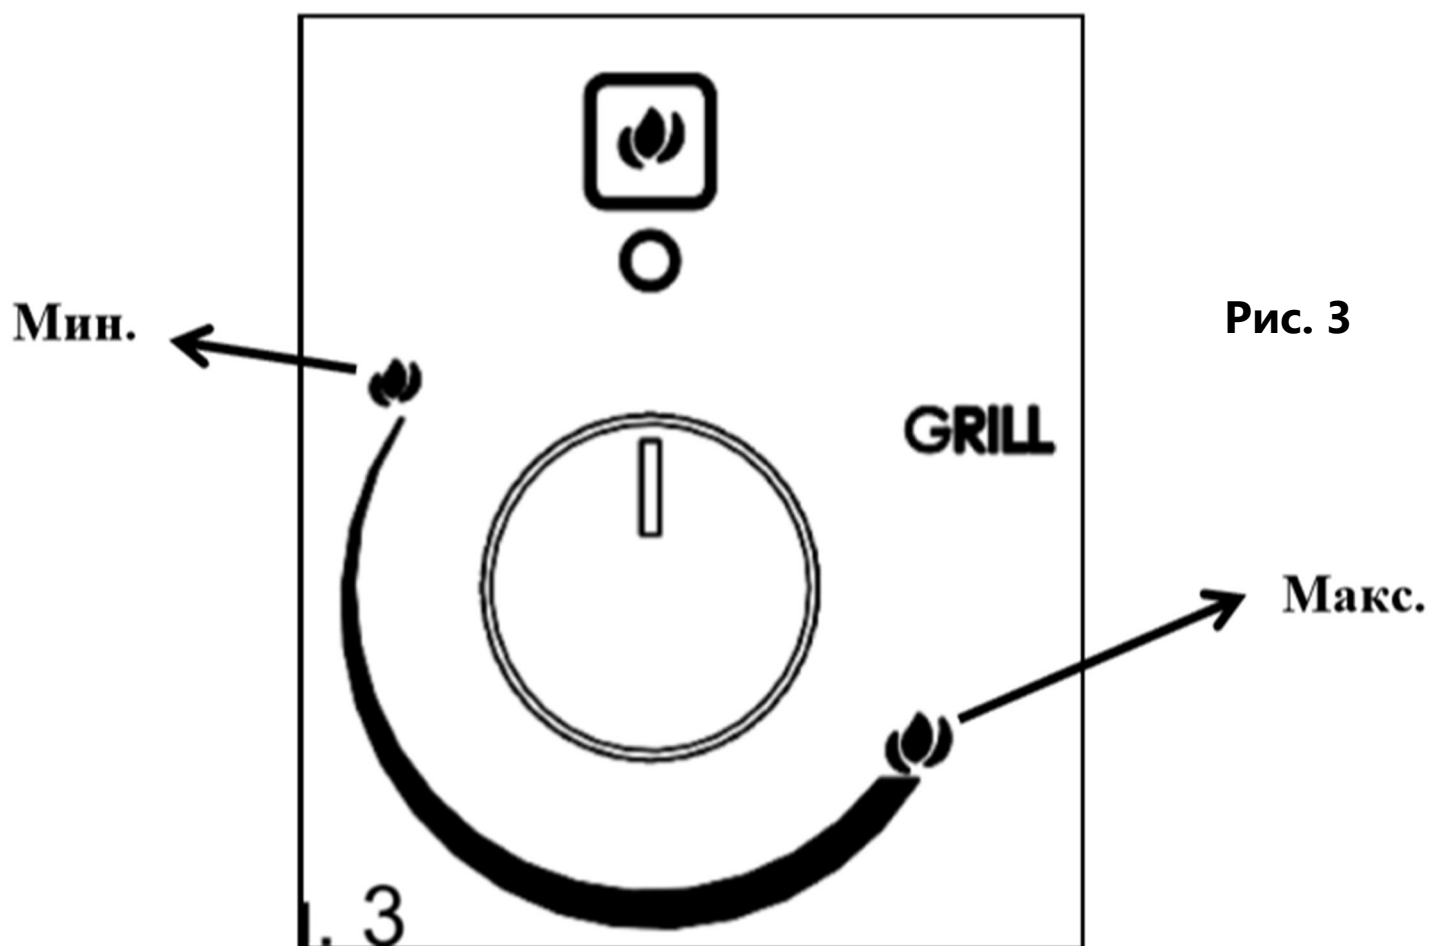

Рис. 3
Индикатор на панели управления (Рисунок 3) показывает повышенную температуру духовки. Для регулирования температуры, поверните ручку на выбранную позицию.
2. Для включения электрического зажигания, нажмите на ручку термостата, и, придерживая ручку, приведите на максимальную позицию Максимум (Рисунок 3), повернув её против часовой стрелки (Рисунок 4).
2. Для включения электрического зажигания, нажмите на ручку регулировки температуры, и придерживая кнопку, приведите на максимальную позицию ГРИЛЬ (Рисунок 3), повернув по часовой стрелке (Рисунок 6). Никогда не продолжайте этот процесс больше 15 секунд. Если горелка до сих пор не горит, подождите одну (1) минуту и повторите зажигание заново. В случае неисправности электричества, для ручного включения духовки, поднесите огонь к правой и левой стороне горелки (Рисунок 7), после этого нажмите на ручку термостата (Рисунок 6) и поверните.